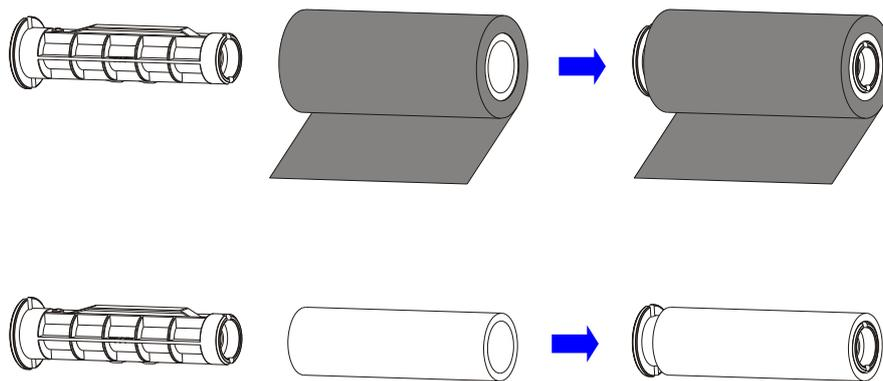

图 2-6 安装碳带适配管
3. 拆开碳带卷，将一个碳带适配管插入碳带卷中，同时将另外一个碳带适配管插入空卷芯中，并使碳带卷和空卷芯处于碳带适配管上的居中位置。如图 2-6 所示。